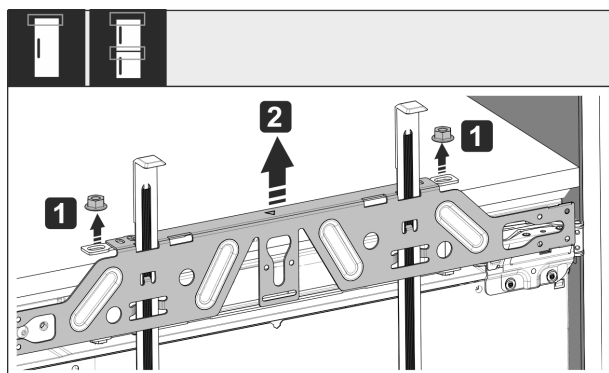

Fig. 58
- ▶ 松开锁紧螺母 Fig. 58 (1)。
- ▶ 取下安装横梁 Fig. 58 (2)。